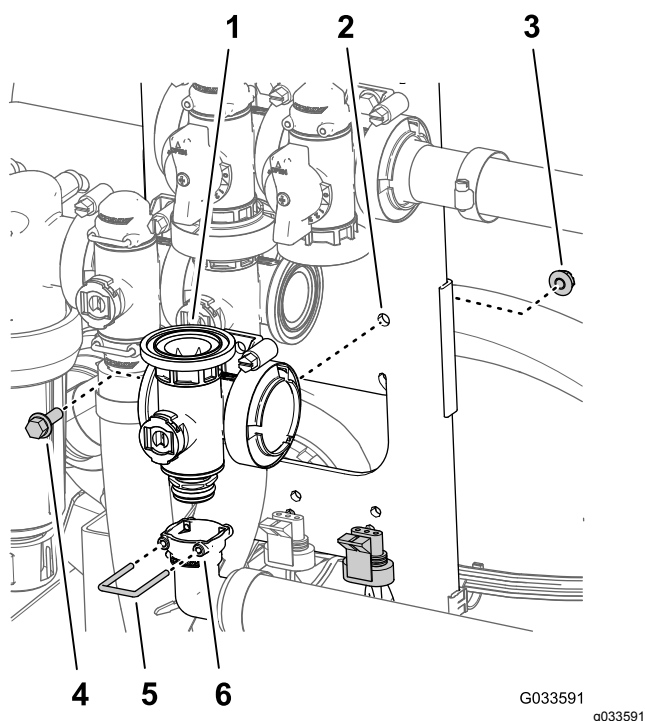

Рисунок 130
нижней части коллектора главного клапана стрелы (Рисунок 130).
6. Закрепите выпускной штуцер на штуцере муфты, вставив держатель в гнездо выпускного штуцера (Рисунок 130).